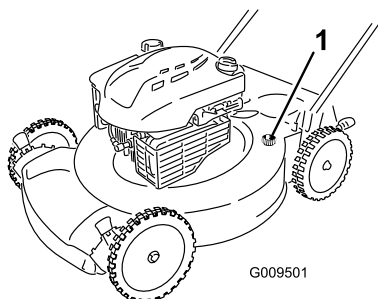

Bild 33
4. Befestigen Sie einen Gartenschlauch, der an einen Wasserhahn angeschlossen ist, am Wasseranschluss der Maschine (Bild 33).